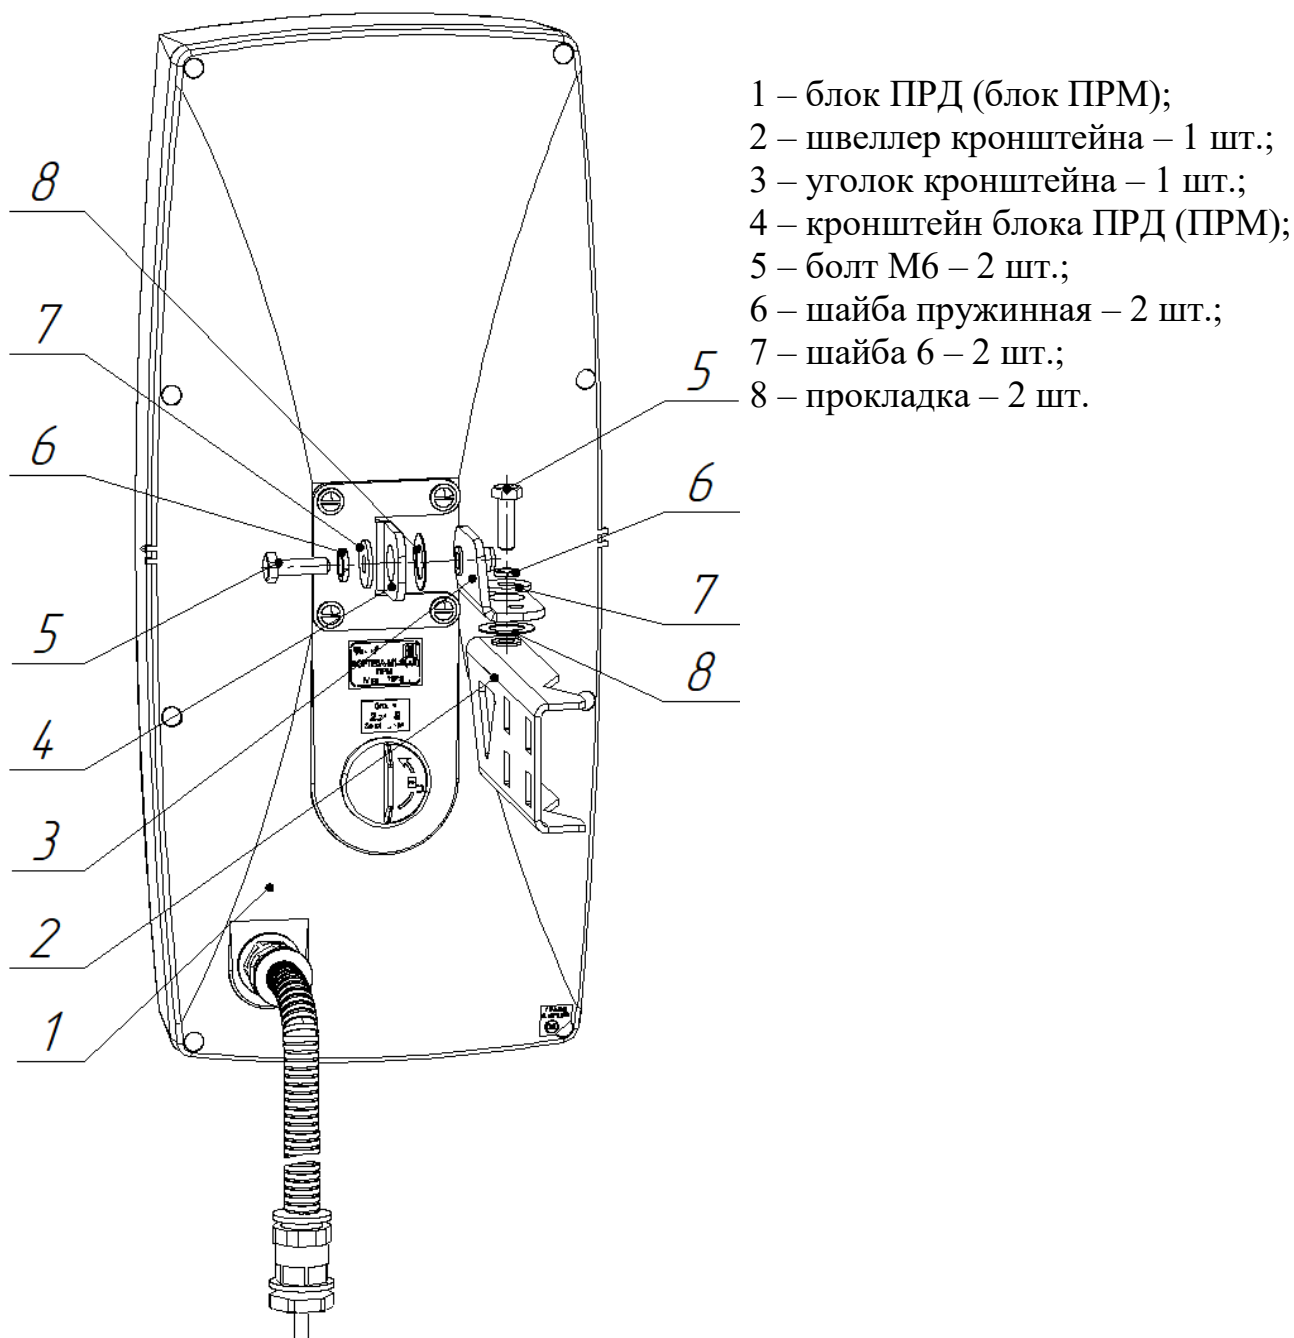

Рисунок 2.6 – Установка блока ПРД (блока ПРМ) извещателей «ФОРТЕЗА-М300-Bluetooth», «ФОРТЕЗА-М500-Bluetooth» на кронштейне
2.3.4.2 Закрепить блок ПРД (блок ПРМ) поз.1 на кронштейне (см. п.2.3.4.4 и рисунок 2.6).